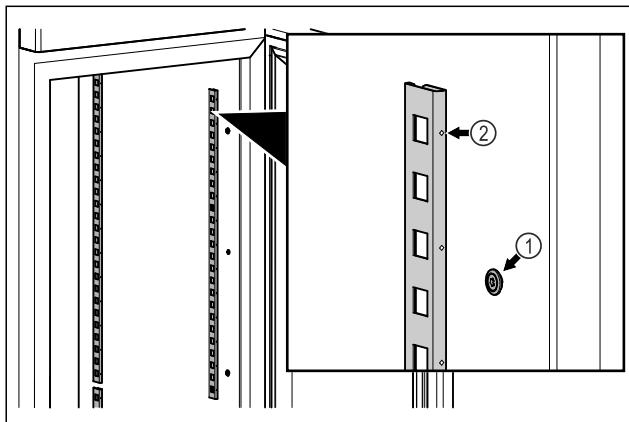

Fig. 83 Reprezentare exemplificativă
- Acroșați barele de prindere în sistemul de suspendare Fig. 83 (1). Marcajul Fig. 83 (2) trebuie să fie orientat spre înainte.